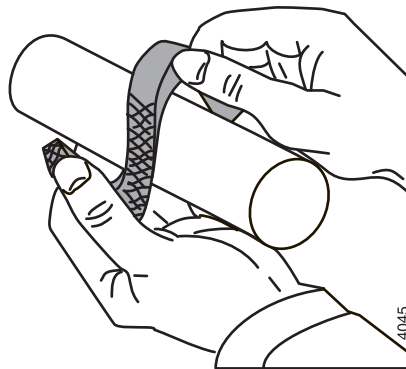

Bild 4: Öppning av packningsringar för packboxpackning.
- 2 Böj upp packningsringen axialt (se bild 4) och lägg den om pumpaxeln. Se till att skårorna blir 90° förskjutna mot varandra.